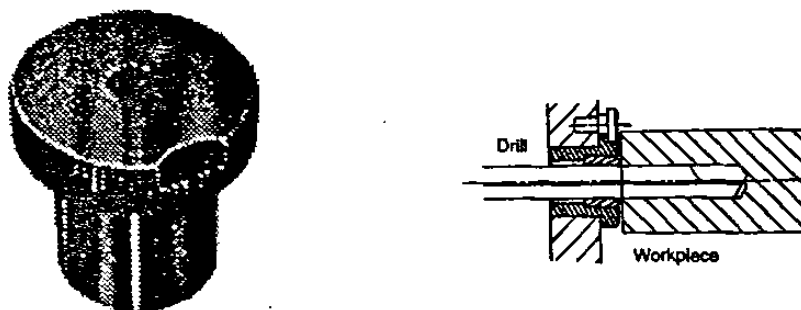

Figura 8-30. Los casquillos para pistola-perforadora están diseñados especialmente para pistolas-perforadoras (perforación profunda).
8.1.2.8 Perforación con Pistola. Los casquillos para perforación con pistola, Figura 8-30, son especiales para máquinas perforadoras de orificios profundos. El tipo de casquillo se determina por el tipo de pistola perforadora. Los casquillos para este tipo de perforadora son similares a los casquillos deslizables/fijos renovables en su apariencia y en su aplicación, sin embargo, los casquillos para la pistola perforadora tienen el área de contacto de perforación en el extremo de la cabeza del casquillo. Dependiendo de la pistola perforadora, estos casquillos son unidades de una pieza o de dos piezas.